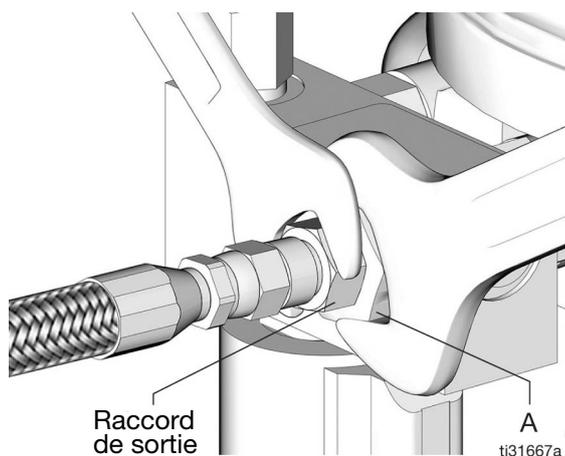

FIG. 30
1. Desserrer le raccord de sortie de la pompe (FIG. 30).